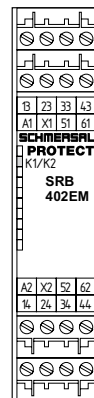

Fig.1
**Comando monocal ao terminal A1 do módulo de expansão SRB402EM através de uma habilitação de segurança do módulo básico (ver Fig. 1)**